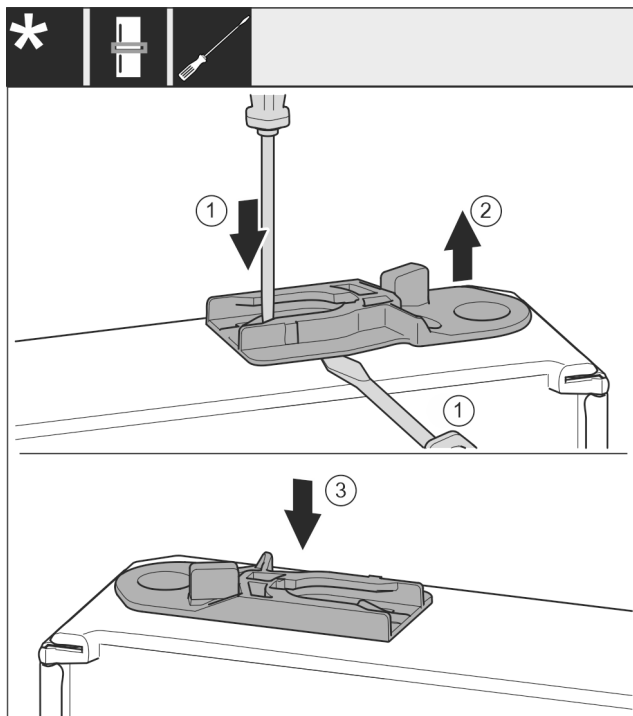

Fig. 40
- Führungsbuchse herausziehen: Lasche Fig. 40 (1) mit Schlitzschraubendreher drücken und gleichzeitig mit Schlitzschraubendreher unter Führungsbuchse Fig. 40 (2) fahren.
- Im Lieferumfang beiliegende Führungsbuchse Fig. 40 (3) auf anderer Gehäuseseite einschieben.